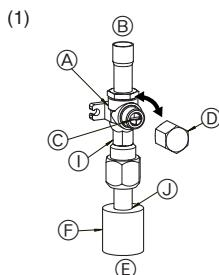
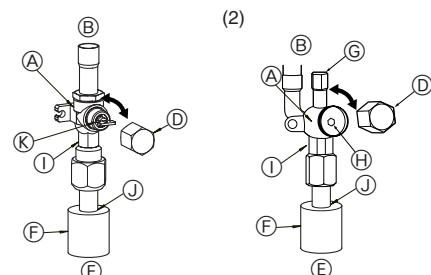

Fig. 4-5
Fig. 4-6
(1) Gassidan på RP60-140 (Fig. 4-5)
- ① Ta av locket och vrid den sedan ett kvarts varv moturs med en flat skruvmejsel för att öppna den.
- ② Kontrollera att ventilerna är helt öppna, och sätt sedan tillbaka locket och skruva fast det igen.
(2) Vätskesida på RP60-140 och gas/vätskesida på RP35, 50 (Fig. 4-6)
- ① Ta bort kåpan och vrid ventilstängen motsols så långt det går med en 4 mm sexkantsnyckel. Sluta när den når stoppet.